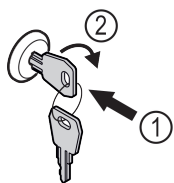

Fig. 143 Shembull ilustrues
- Shtyni çelësin brenda Fig. 143 (1).
- Rrotulloni çelësin me 90° në drejtimin orar Fig. 143 (2).